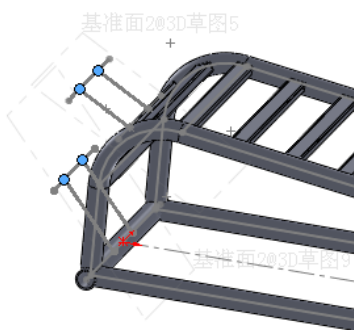
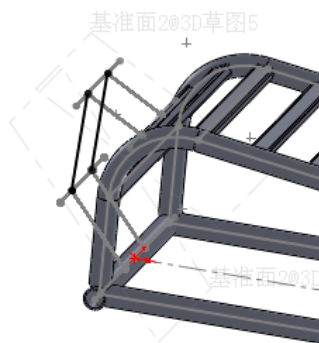

图 16-48 绘制两条直线的端点
图 16-49 绘制的 3D 草图
②单击“草图”工具栏中的“3D 草图”按钮,单击“草图”工具栏中的“直线”按钮,或执行“工具”→“草图绘制实体”→“直线”菜单命令,以如图 16-48 所示的 4 个点为端点绘制两条直线,单击“退出草图”按钮,结果如图 16-49 所示。